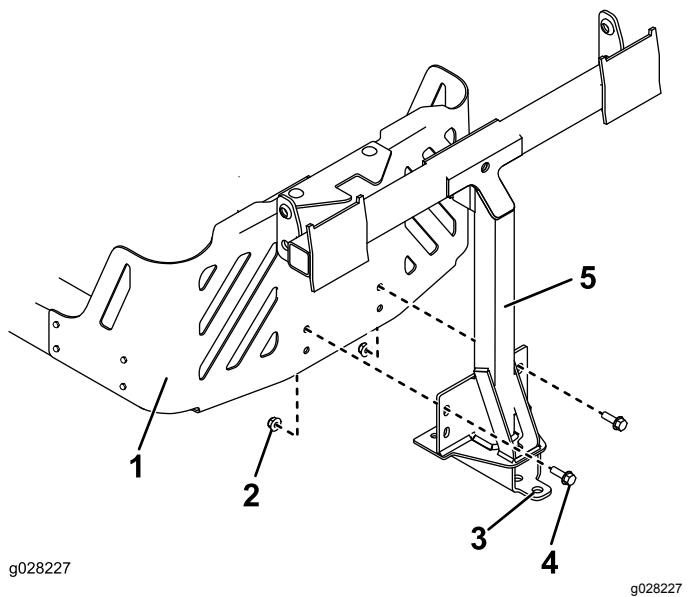

Figura 11
2. Instale el bastidor de giro en el bastidor de la máquina según se muestra en Figura 11. Sujete el bastidor de giro al bastidor de la máquina usando 2 pernos (5/16 x 1") y 2 contratuerca (5/16").